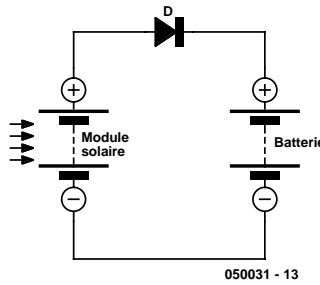

Figure 4.
- Dans le noir, une batterie connectée directement se décharge partiellement par un faible courant à travers le module solaire. Il suffit du petit circuit de la **figure 4** pour éliminer ce problème. Il va sans dire que ce circuit sans régulateur de charge peut aussi être utilisé avec des systèmes de très faible puissance tant que le courant produit par le module solaire est plus faible que le courant de surcharge encore admissible par l'accu. Les accus